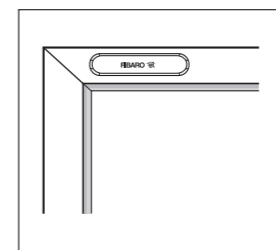

Abbildung 5 – Richtige Montage des Sensors
2. Sie kann die Funktion einer Sabotagetaste erfüllen. Nach richtiger Montage (Abbildung 5 und 6) lässt die Demontage des Sensors oder das Entfernen des Gehäuses die TMT-Taste los und kann den Alarm auslösen. Soll die TMT-Taste als Sabotagetaste funktionieren, soll die Assoziation für die 2. Assoziationsgruppe konfiguriert werden (zusätzlich kann der Parameter 13 genutzt werden).